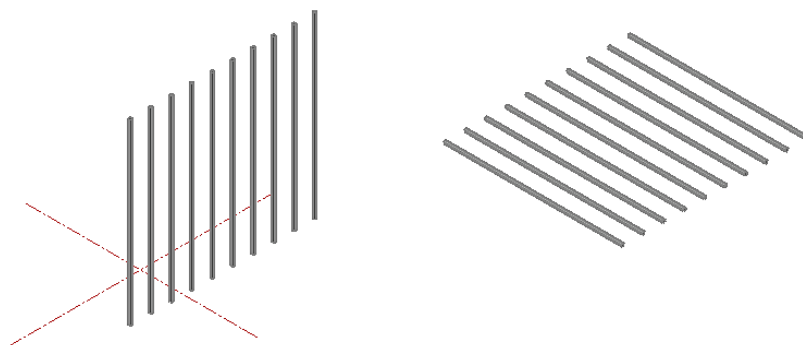

Рис. 5.12. Создание ряда продольных стержней сетки
- командой 3Drotate поворачиваем их в проектное (горизонтальное) положение (рис. 5.12).